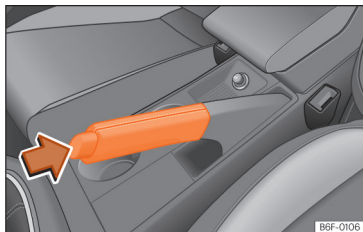

Fig. 121 Travão de estacionamento entre os bancos dianteiros.
- Puxe a alavanca do travão de estacionamento para cima >>> **Fig. 121**
- Puxe a alavanca um pouco para cima, pressione o botão de desbloqueio no sentido da seta >>> **Fig. 121** e faça descer completamente a alavanca >>> **⚠**.